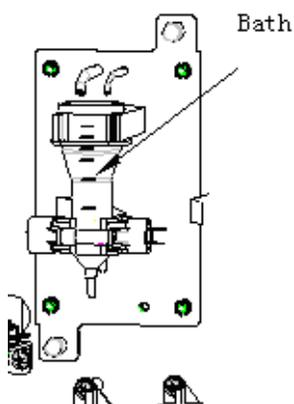

Рисунок 10-19 Кювета
4. Снимите щит, как показано на **рис. 10-19**;